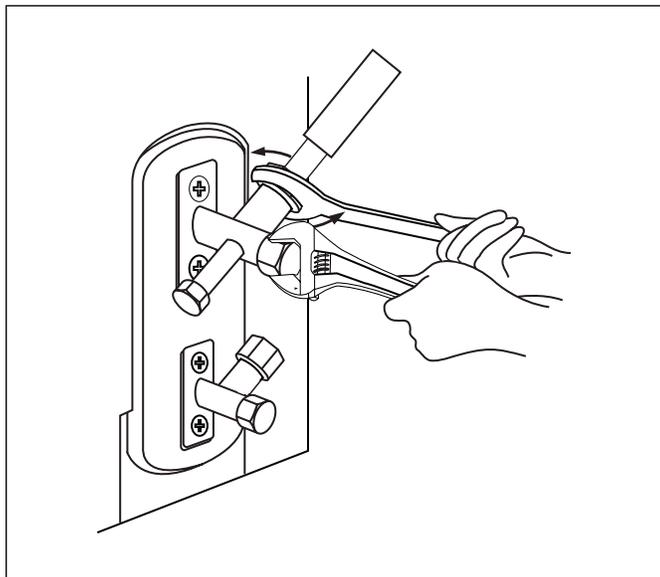

Figura 35
4. Sostenga el cuerpo de la válvula con una llave. No agarre la tuerca que sella la válvula de servicio. Consulte la figura 35.